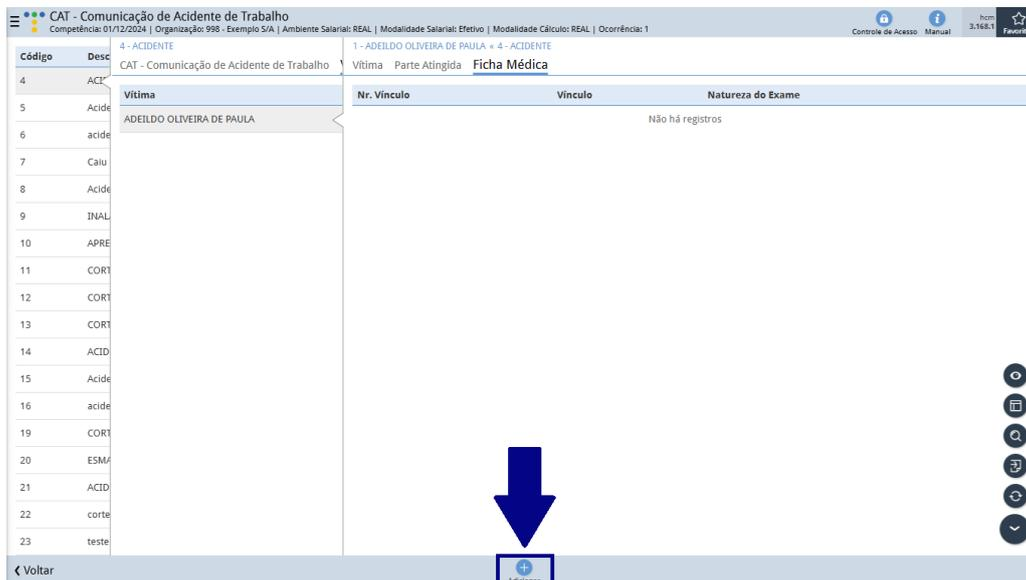

Figura 37: Adicionar
2. Selecione o ícone **Adicionar** (Figura 37) no inferior da tela para realizar um novo cadastro.